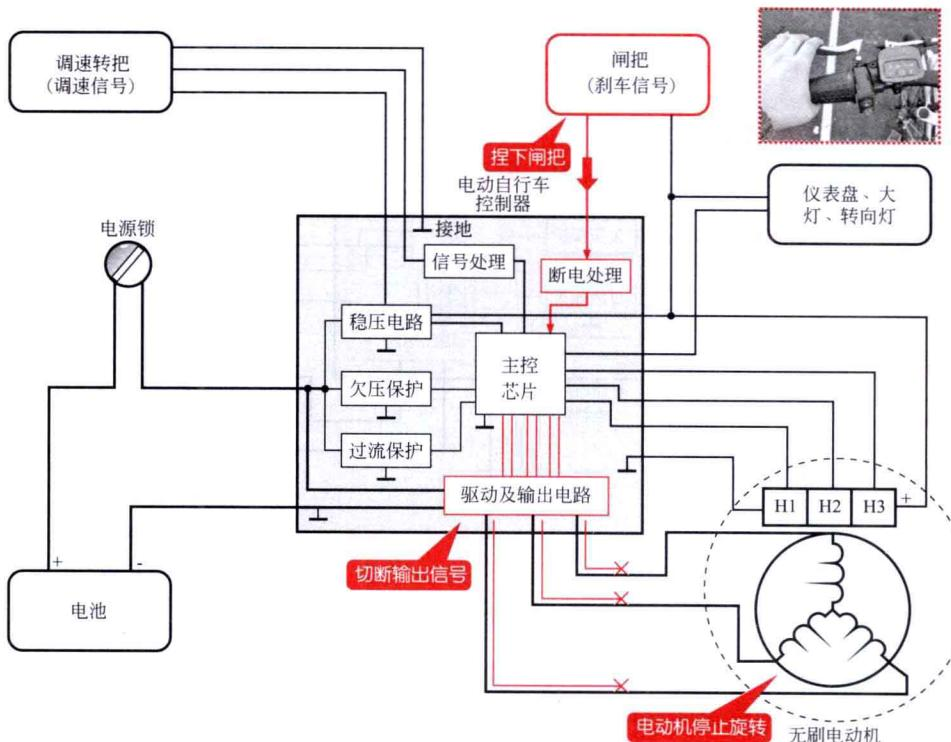

图 1-13 刹车部分的信号流程
③ 电动自行车正常行驶，当捏下闸把时，闸把中的触点动作，闸把输出信号电位发生变化，经控制器内主控芯片识别后，停止输出驱动信号，电动机失电停止转动。同时闸把拉动闸线使自行车车闸动作，电动自行车减速直至停车，如图1-13所示。